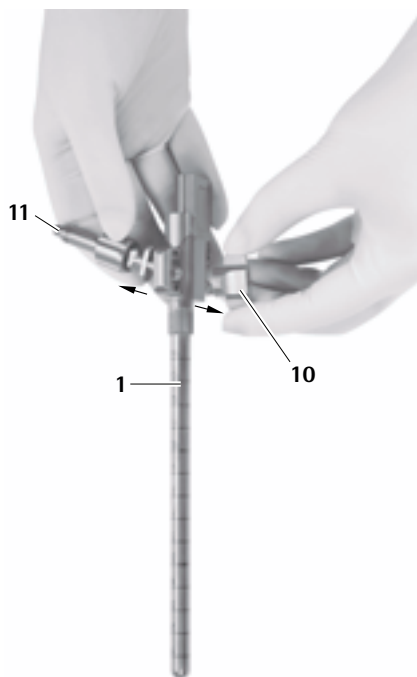

Fig. 13
- Retirar el adaptador para brazo de soporte 11, ver Fig. 13.